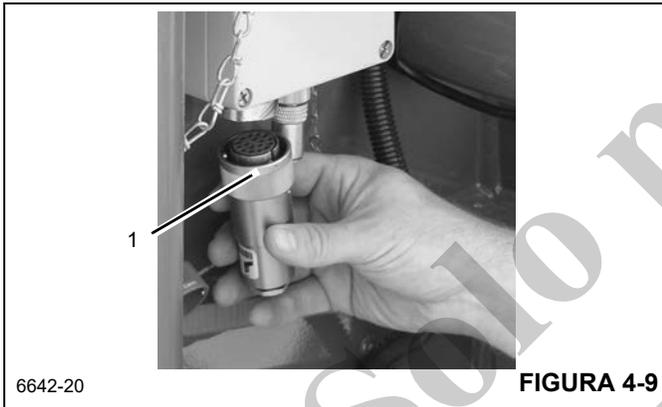

FIGURA 4-9
- b. Retire el enchufe falso (1) (Figura 4-9) de la caja de empalmes en la punta de la pluma.